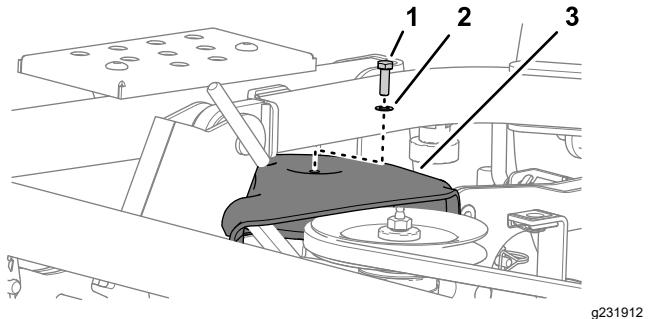

図 117
2. プーリカバーを刈り込みデッキに固定しているボルトとワッシャを外す図 117。
1. プーリカバーを、一番右側のプーリに合わせる図 117 プーリカバーの取り外し (ページ 78)を参照。